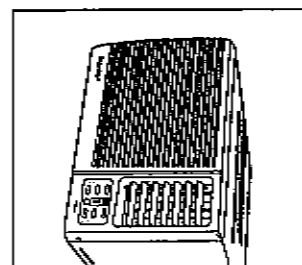

Fig. 1
- Mettez l'appareil sur son dos. (Fig. 1)